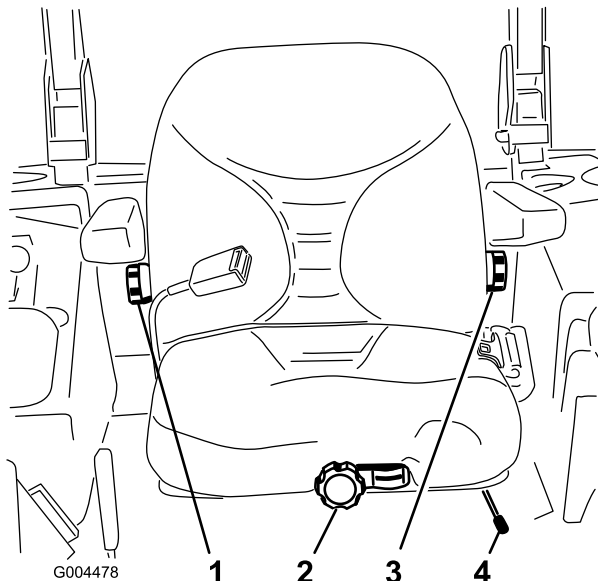

Figura 20
1. Para ajustar, desloque a alavanca para o lado e desbloqueie o banco (Figura 20).
Sem estar sentado no banco, rode o botão da frente numa das direções para proporcionar o máximo conforto (Figura 20).
Para ajustar, rode o manípulo, sob o apoio do braço direito, numa das direções para proporcionar o máximo conforto (Figura 20).
Para ajustar, rode o manípulo, sob o apoio do braço esquerdo, numa das direções para proporcionar o máximo conforto (Figura 20).